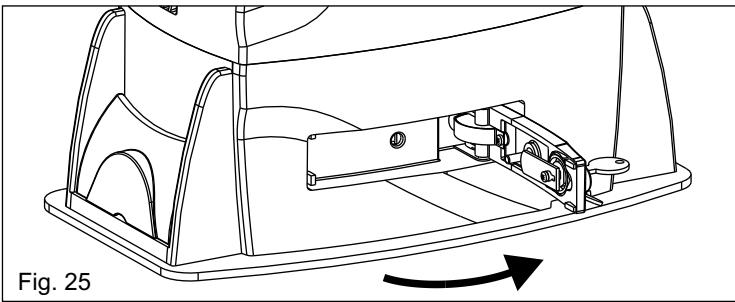

Fig. 25
- Tirar la palanca de desbloqueo hasta el golpe, 90° alrededor (Fig. 25).